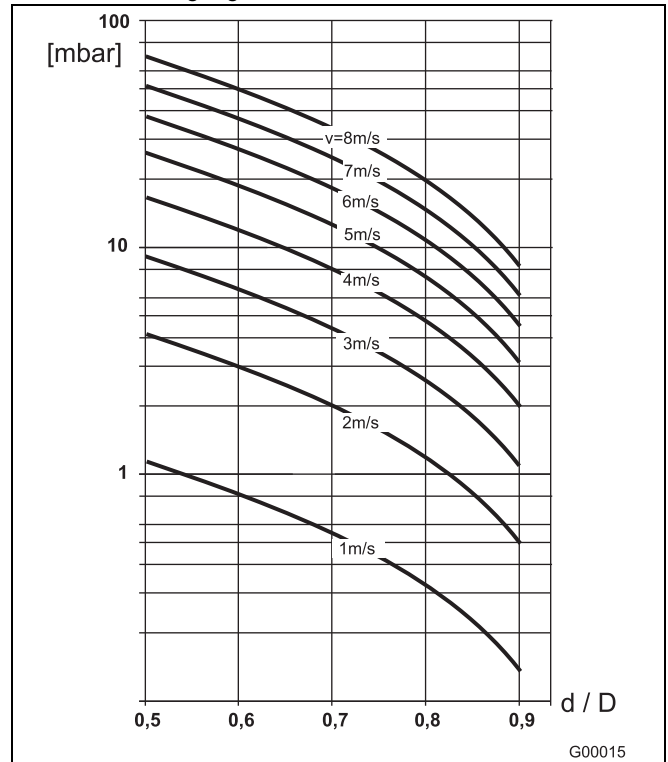

Abb. 37
2. Die Fließgeschwindigkeit aus dem Durchflussnomogramm (Abb. 37) entnehmen.
3. In der Abb. 37 auf der Y-Achse den Druckverlust ablesen.